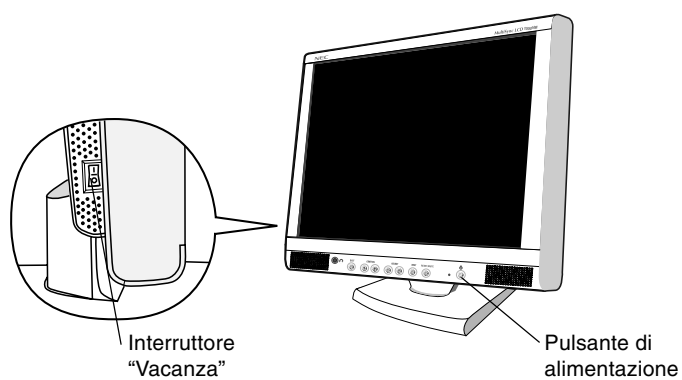

Figura F.1
7. L'interruttore "Vacanza" sul lato sinistro del monitor deve essere in condizione ON (**Figura F.1**). Accendere il monitor e il computer con il pulsante di alimentazione.